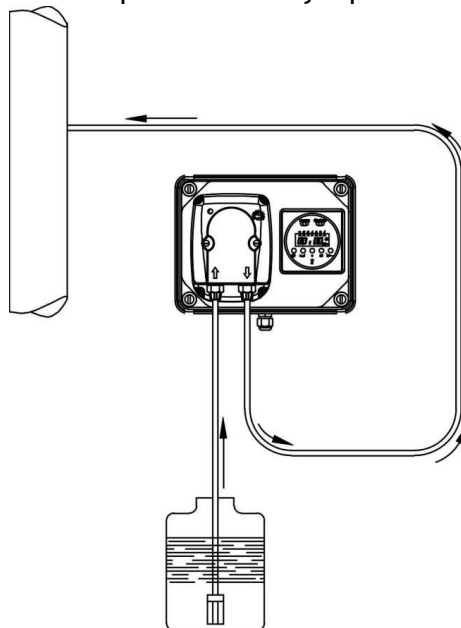

Рис. 3
c. - Розмістіть насос, як показано на рис. 3, з огляду на, що його можна встановлювати, як вище, так і нижче рівня дозованої рідини, при цьому перепад рівнів не повинен перевищувати 2-х метрів. Не встановлюйте насос над ємністю з хімічними препаратами, що виділяють велику кількість парів, за винятком випадків, коли ємність герметично закупорена.